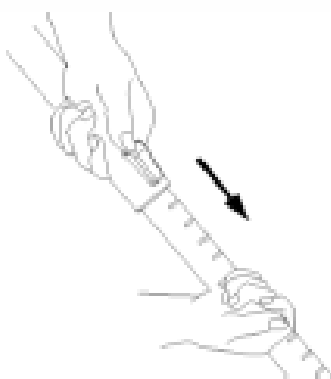

Рис. 3
- **Сдвиньте вперед (от себя) пластиковый фиксатор на неподвижной части телескопической трубки и вытяните ее выдвигающуюся часть до необходимой длины. Отрегулируйте длину телескопической трубки. (Рис.3)**